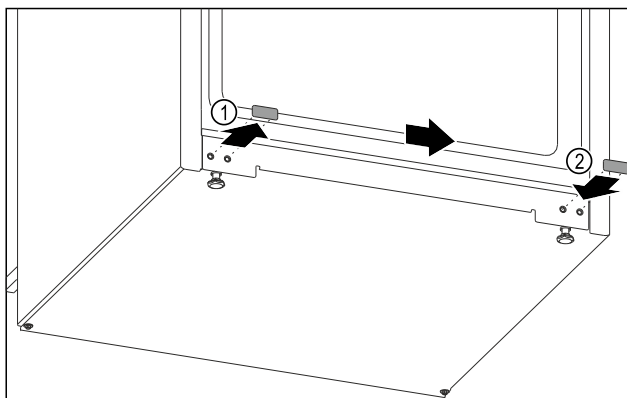

Fig. 12
- Extrageți dopurile de acoperire. Fig. 12 (1)
- Montați dopurile de acoperire pe partea opusă. Fig. 12 (2)